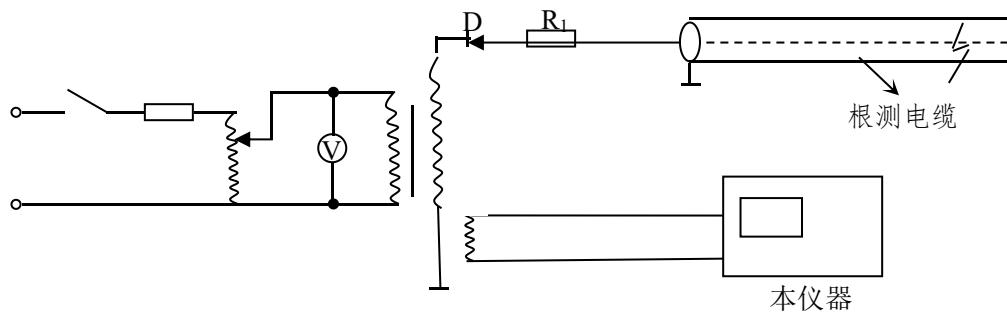
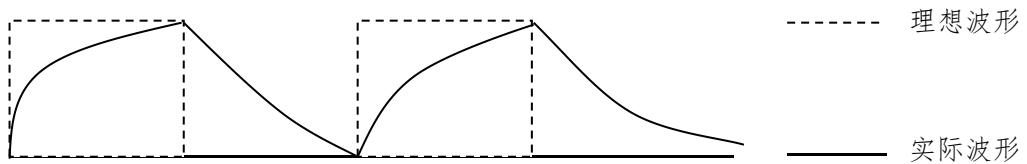

图 2 直流高压法测试原理图
图 3 直流高压法波形图
当故障电阻极高，尚未形成稳定电阻通道之前，可利用逐步升高的直流电压施于被测电缆。至一定电压值后故障点首先被击穿，形成闪络，利用闪络电弧对所加入电压形成短路反射，反射回波在输入端被高阻源形成开路反射。这样电压在输入端和故障点之间将多次反射，直至能量消耗殆尽为止。测试原理线路图如图 2 所示，线路的反射波形如图 3 所示。
- 5) 接通仪器电源, 屏幕出现视窗。然后逐步调节调压器升高测试电压, 当故障点产生闪络现象时, 毫安表中电流突然增大, 电压表指针抖动。显示屏上应出现 4.2 中图 3 所示波形。由图 3 可知,  $t_1 \sim t_2$  间为故障距离。